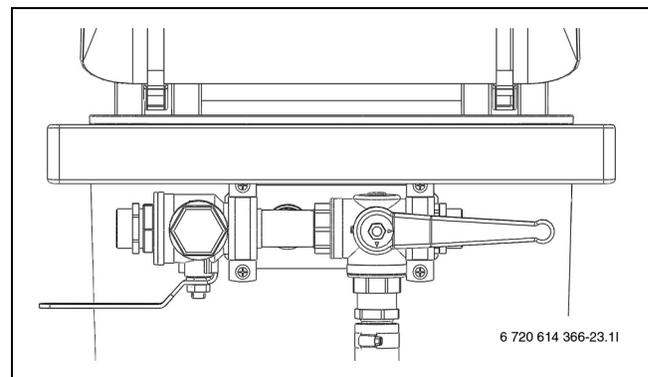

Рис. 16 Станция в положении заполнения
- ▶ Установите краны на станции в положение заполнения и заполните контур рассолом (→ рис. 16).